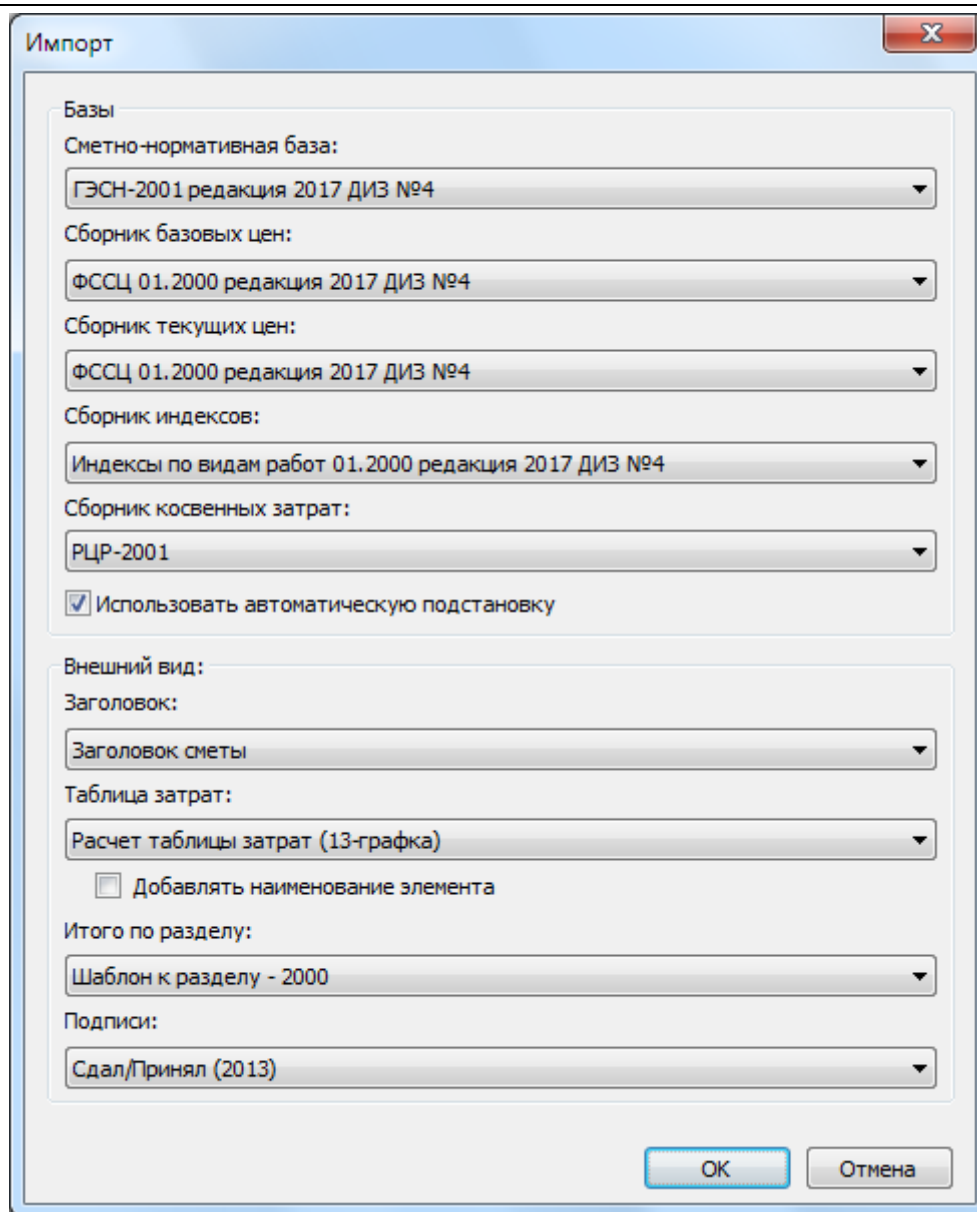

Рис. 9.1 Диалоговое окно Импорт
4. В диалоговом окне *Импорт* (рис. 9.1):